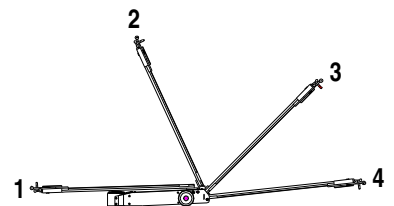

Fig.2
- 3.3. En caso de tener que embalar el gato para su transporte, quitar el tornillo (26) y la arandela (27) y colocar el mástil en la posición (1, fig.2)
- 3.3. Should the jack need to be packaged for transportation, remove the screw (26) and the washer (27) and move the handle to position (1, Fig.2)
- 3.3. Si le cric doit être emballé en vue de son transport, retirer la vis (26) et la rondelle (27), et mettre le levier de manœuvre en position (1, fig. 2).